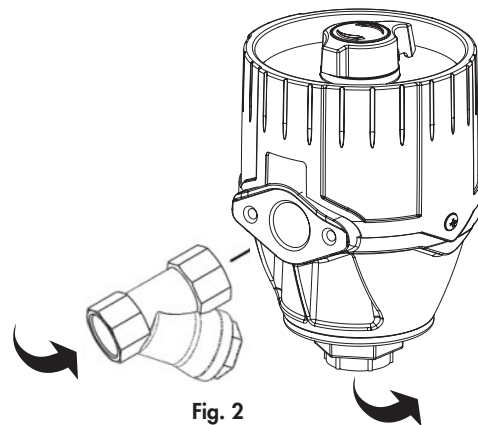

Fig. 2
- Without control valve, mounted in a fixed installation (fig. 2).
- Sin pistola, montado fijo en una instalación (fig. 2).
- Без регулировочного клапана механический клапан устанавливается в стационарном положении (рис. 2).
It is recommended to install a removable strainer on the inlet port "mesh-35", to keep out dirt particles in the measuring chamber and could damage (fig. 2).
Se recomienda instalar un filtro de malla en la entrada "mesh-35", para impedir que entren partículas de suciedad en la cámara de medición y se pueda dañar (fig. 2).
Рекомендуется установить съемный сетчатый фильтр на впускном отверстии «сетка-35», чтобы не допустить попадания частиц грязи в измерительную камеру, что может привести к повреждению устройства (рис. 2).